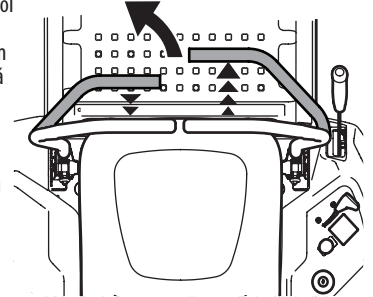

Figura 28
1. Para girar a la izquierda, mueva la palanca de control de la transmisión del lado izquierdo hacia atrás respecto de la palanca de control de la transmisión derecha. Consulte la Figura 28.